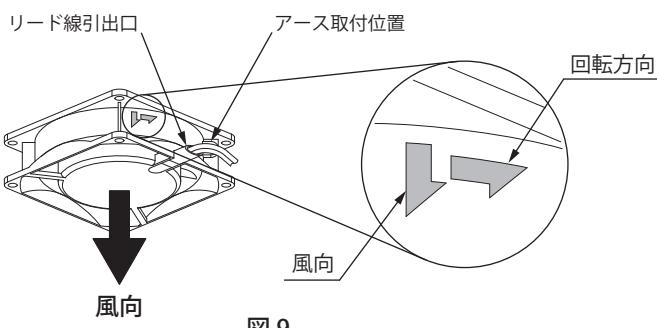

図 9
- ファンに刻印された風向の矢印が本製品の下側に向くように取り付けてください。(図 9)